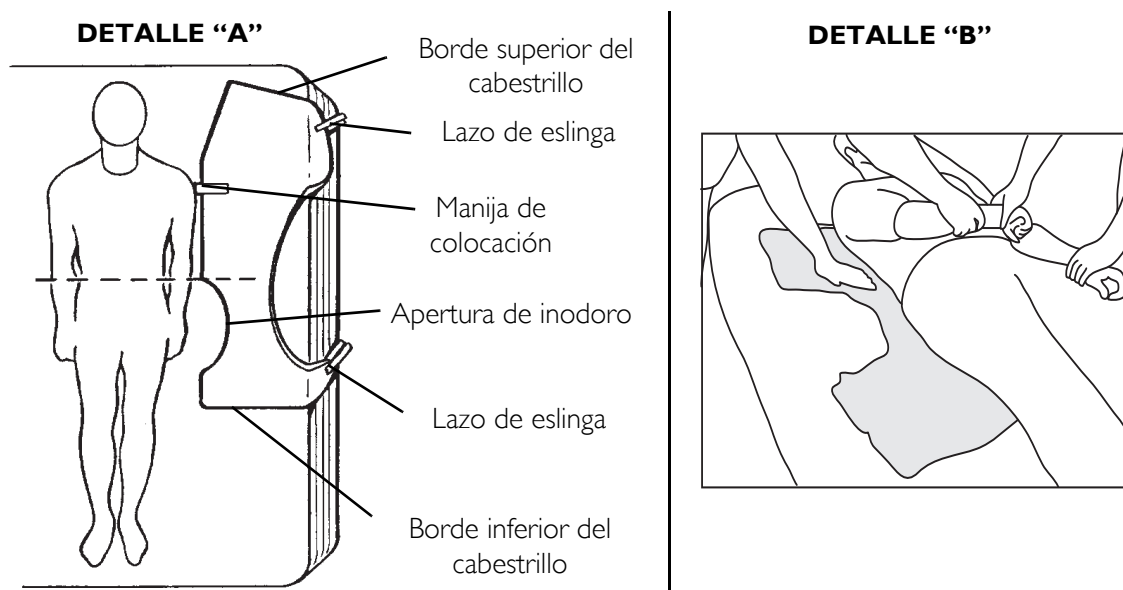
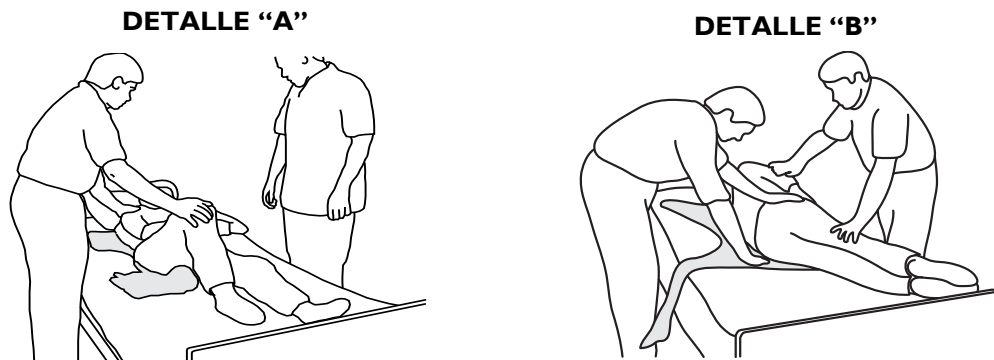

FIGURA 4.1 Posicionamiento de la eslinga estándar
FIGURA 4.2 Paciente del balanceo sobre su lado
NOTA: Para este procedimiento, consulte la FIGURA 4.1 and FIGURA 4.2 on page 63.
8. Con un asistente a cada lado de la cama y contra el colchón, el asistente del costado derecho de la cama elevará la rodilla izquierda y colocará su mano izquierda en la rodilla elevada y su mano derecha debajo del hombro derecho del paciente, empujando lentamente la rodilla y ayudará a levantar suavemente el hombro del paciente para girarlo de costado. Consulte el ejemplo “B” de FIGURA 4.2.